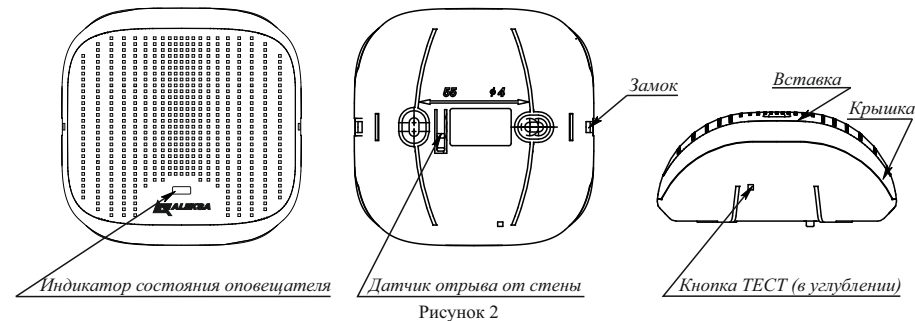

Рисунок 2
5.7 Для информации о состоянии оповещателя предусмотрен оптический индикатор (рисунок 2). Режимы индикации приведены в таблице 2.